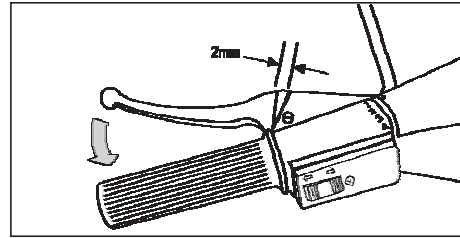

Abb. 23
- 3.1 **Kupplungshebel:** Den Kupplungshebel in Richtung Lenker drücken, um die Kupplung zu lösen. (Abb. 23).
- 1.2 Kontrollieren, ob das Spiel beim Kupplungshebel korrekt ist (Abb. 23) und sicherstellen, dass er angemessen funktioniert.